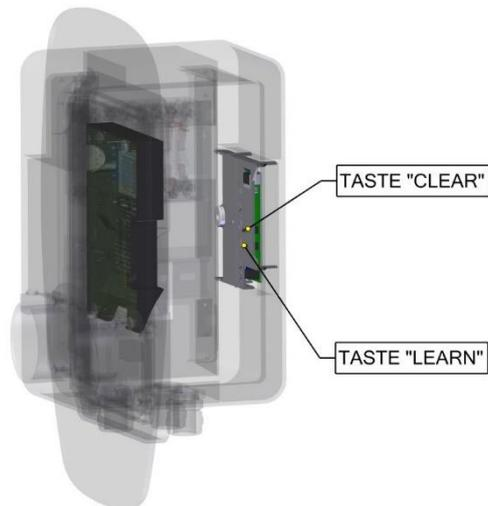

Abbildung 7 Bedienfeld des RFID-Moduls
2. Halten Sie die Taste **Learn** am RFID-Modul gedrückt und legen Sie die anzulernende Karte an der rechten Außenseite der Wallbox an. (siehe Abbildung 7)
2. Starten Sie den Löschvorgang, indem Sie die Tasten **Clear** und **Learn** am RFID-Modul gedrückt halten, bis die LED Anzeige pink blinkt. Der Speicher wurde erfolgreich gelöscht. Dieser Vorgang kann bis zu einer Minute dauern. (siehe Abbildung 7)